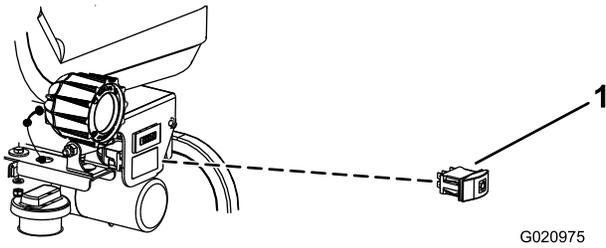

Bild 2
1. Fluchten Sie den Lichtschalter mit der Öffnung an der linken Seite des Sitzpfannenflansches aus (Bild 2).
2. Setzen Sie den Lichtschalter in die Öffnung an der linken Seite des Sitzpfannenflansches ein (Bild 2).